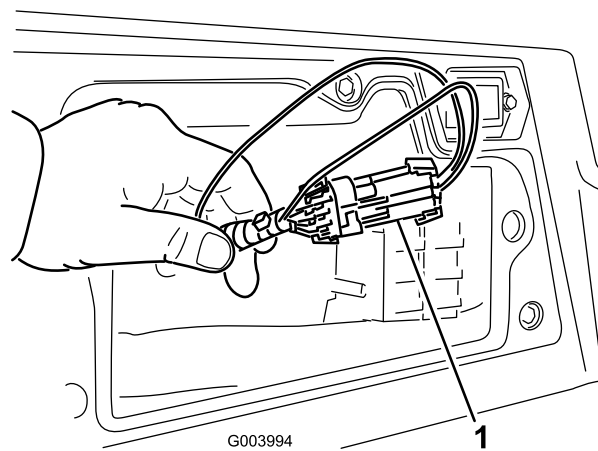

図 49
3. コントローラの近くにあるワイヤ・ハーネスとそのコネクタを探し出す（図 49）。